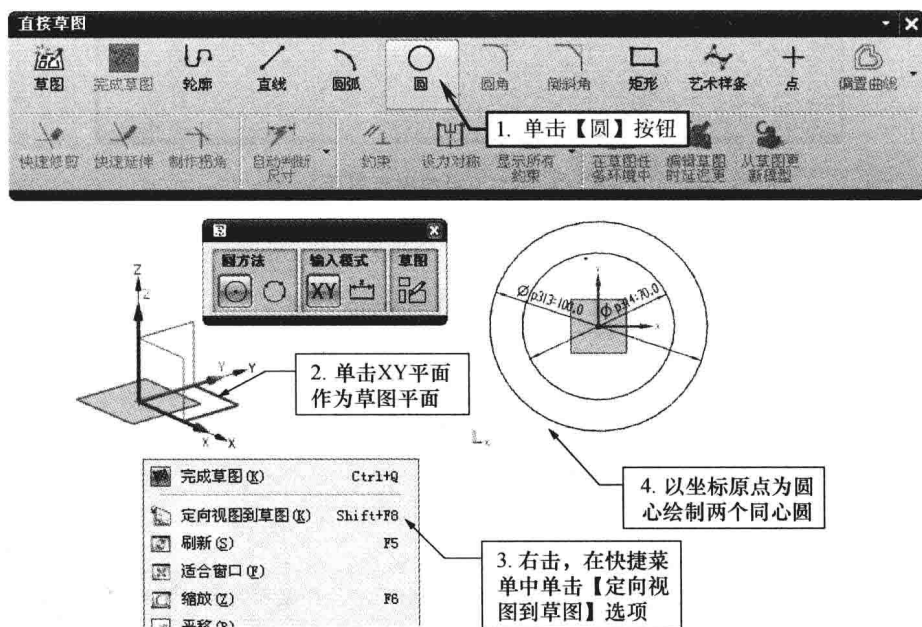

图 1-7 绘制草图曲线步骤
(2) 绘制草图。在【直接草图】工具条中单击【圆】按钮 ，弹出【圆】工具条，按照图 1-7 所示的步骤操作，绘制两个同心圆，在【草图屏显输入框】中输入圆的尺寸，再单击【完成草图】按钮  退出草图。